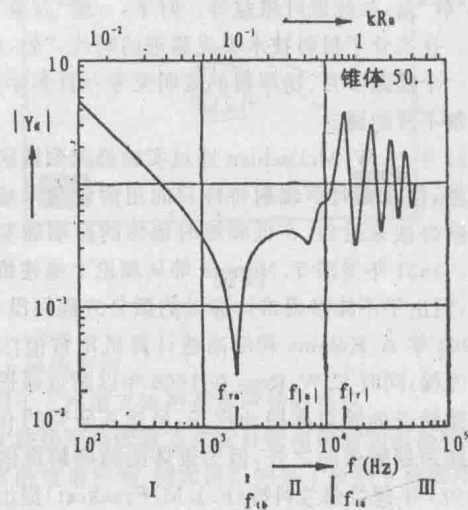

图 4 (b)
区,弯曲波覆盖整个锥体;此后平均声压和功率响应随频率的增加而降低。通过图4(a)和(b)的轴向导纳 $|Y_a|$ (每单位力的速度)与内耗因子 δ (一般 δ 小则锥体刚性较高,反之则大)的比较可以看出柔性锥体具有以下特点:①出现锥体分区的扬声器的带宽较刚性锥体或刚性活塞的为宽,故将锥体做得十分刚性是错误的。②总的来说柔性锥体的指向性图形要比刚性活塞的宽。同时锥体要优于平板,对锥体而言,弯曲波仅出现在 f_{1a} 以上并且局限于锥体的外边部分;受力较大的内边部分产生声辐射作用,锥体显示一种有利的“延长的刚性活塞作用”,锥体的面积随频率的升高而降低。③柔性锥体的功率响应的带宽比刚性锥体或刚性活塞的要大。这里的柔与刚是在极限条件下比较的,与所论软和硬有所区别。